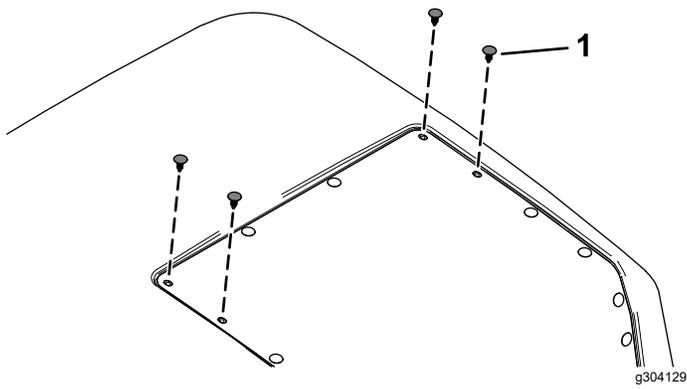

Figura 28
7. Retire del capó los 4 tapones de plástico indicados en la Figura 28.